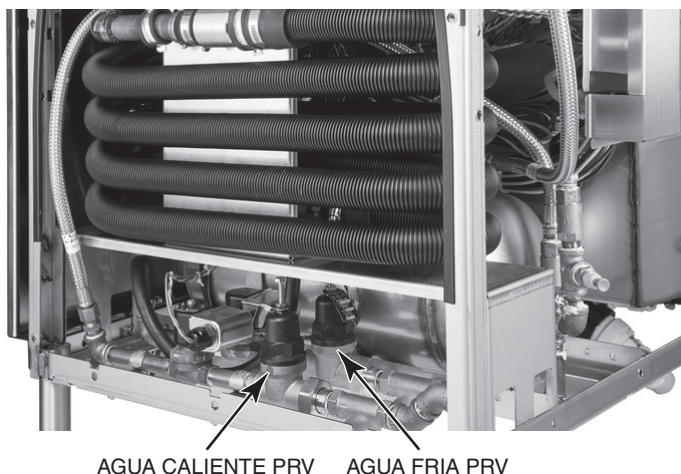

Figura 15
7. Mientras esto sucede, ajuste el regulador de presión de agua caliente del enjuague final (Figura 15) hasta que el manómetro indique 20 ± 5 PSI.